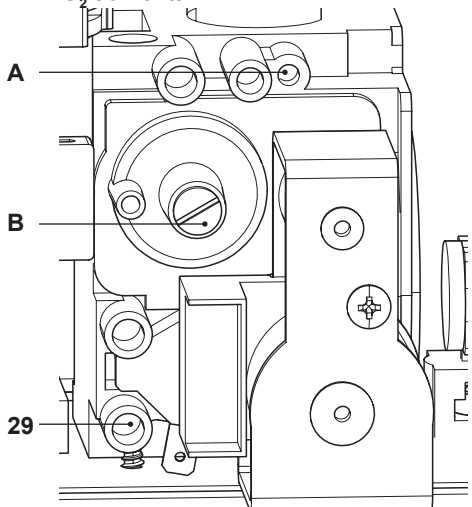

Figura 7.8
- A caldaia spenta (fuori servizio), controllare la pressione di alimentazione utilizzando la presa 29 in Figura 7.8 e confrontare il valore letto con quelli riportati nella tabella Pressioni di alimentazione gas nella sezione "Dati tecnici M270V.2025 SM" a pag. 22.
- Richiudere bene la presa di pressione 29 in Figura 7.8.
- Per tarare il CO_2 della caldaia (pressione del gas al bruciatore) svitare completamente il tappo in ottone di protezione **B** e agire sulla vite a brugola $\varnothing 4$ mm sottostante Figura 7.8, girando in senso orario il CO_2 aumenta.
- Se i due dati non coincidono agire sulla vite regolazione massimo RQ (**A** in Figura 7.8) della valvola gas e tarare il **CO₂** allo stesso valore riportato nella sezione "Dati tecnici M270V.2025 SM" a pag. 22. Girando in senso orario il **CO₂** diminuisce.